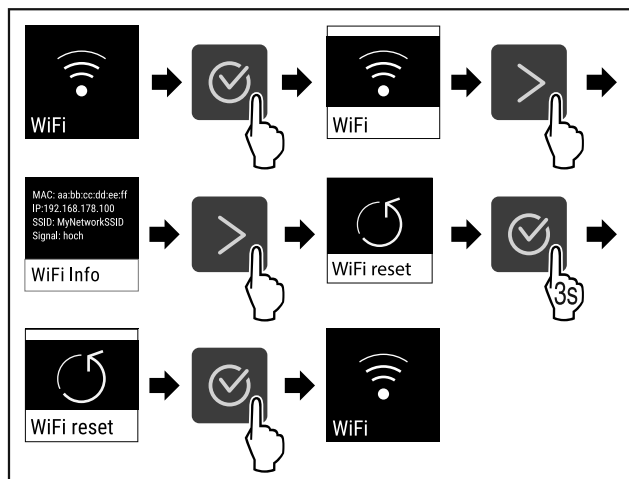

Fig. 78
- Izvedite zahtevane korake (glejte Fig. 78).